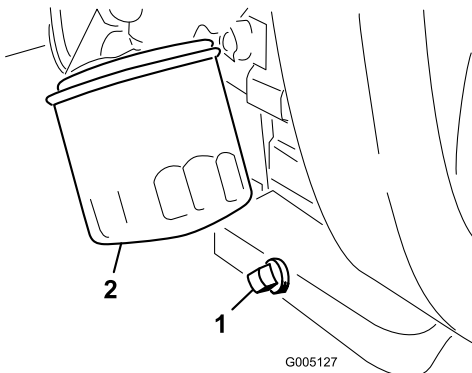

Bild 34
1. Entfernen Sie die Ablassschraube (Bild 34) und lassen das Öl in ein Auffanggefäß ab. Schrauben Sie die Ablassschraube wieder ein, nachdem das Öl abgelassen ist.
2. Entfernen Sie den Ölfilter (Bild 34). Ölen Sie die neue Dichtung am Ölfilter leicht mit frischem Öl ein.